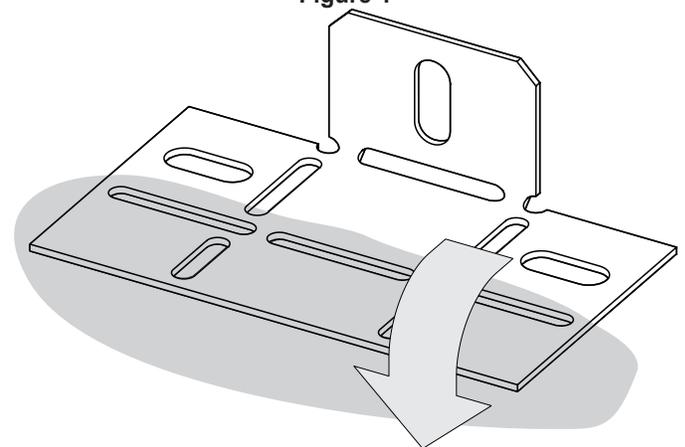

Figure 2
- A) Le panneau de doublage arrière des trusses DVP(1,2,3,4)SKR et DVP(36,42,48)KR possèdent un rayon de découpe qui doit être posé vers le dessus. Voir **Figure 2**.